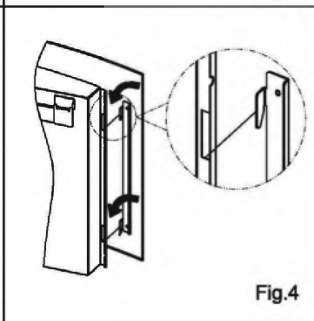

Fig.4
- Așezați panoul frontal de sticlă peste partea frontală a încălzitorului, aliniind cârligele de pe fiecare parte a panoului de sticlă cu sloturile de pe fiecare parte a corpului încălzitorului - vezi Fig. 4. Apoi glisați panoul de sticlă în jos, în poziție. Din nou, pentru această operațiune vor fi necesare două persoane.